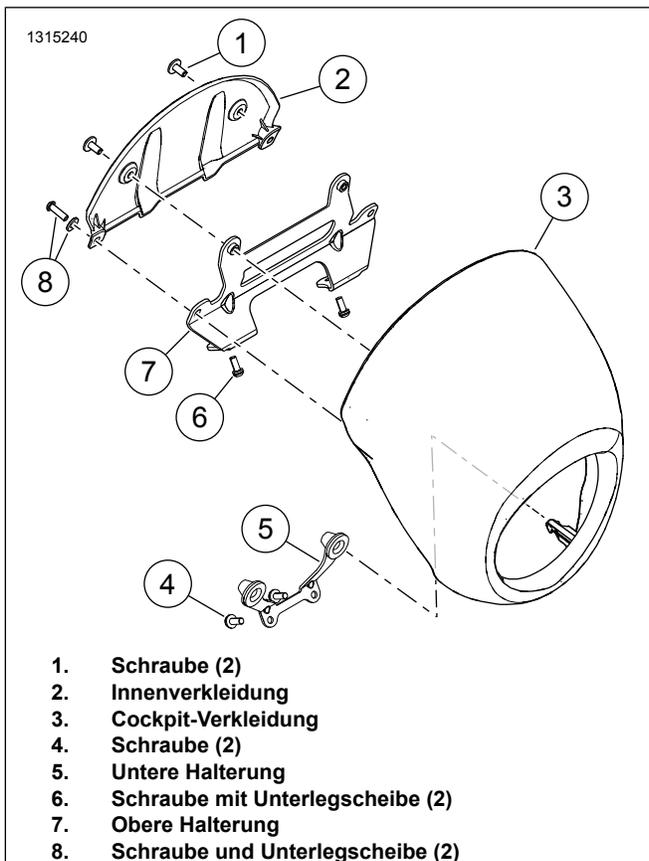

Abbildung 2. FXLRS-Cockpit-Verkleidung
1. Siehe Abbildung 2 >. Cockpit-Verkleidung abnehmen.
- a. Die Schrauben und Unterlegscheiben (8) entfernen.
- b. Die Cockpit-Verkleidung (3) von der oberen Halterung (7) abziehen.
- c. Die Cockpit-Verkleidung von der unteren Halterung (5) abziehen, um die Stifte aus den Tüllen zu entfernen.
- a. Die Schrauben (1) entfernen.
- b. Die Innenverkleidung (2) abnehmen.
- a. Die Schrauben (6) entfernen.
- b. Die obere Halterung (7) abnehmen.